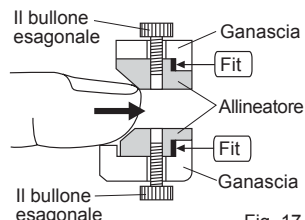

Fig. 17
4. Quando l'allineatore viene sostituito per lavorare su diametri diversi, assicurarsi di inserire i nuovi allineatori correttamente nella ganascia prima di fissarli con la vite di fissaggio. (Fig. 17)